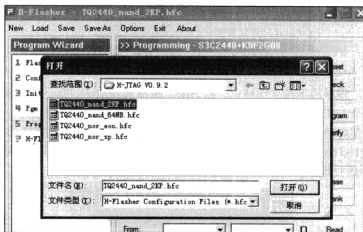

图 6-26 选择配置文件
(3) 在弹出的 H-Flasher 窗口中, 选择“Load”, 然后选择“TQ2440_nand_2KP.hfc”即可, 如图 6-26 所示。